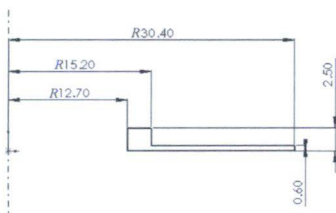
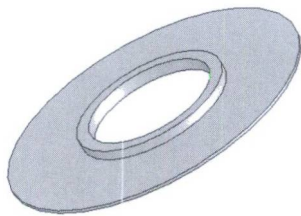

图 9-108 旋转轮廓
图 9-109 冷却栅管模型
- ① 在 FeatureManager 设计树中选择“前视基准面”，单击“草图绘制”按钮，将其作为草绘平面。
- ② 单击“中心线”按钮，绘制通过原点的竖直直线作为旋转特征的中心线。
- ③ 单击“直线”按钮，绘制冷却栅的旋转图形，如图 9-108 所示。
- ④ 单击“旋转凸台 / 基体”按钮，弹出“旋转”属性管理器，选择中心线作为旋转轴；设置旋转角度为 360 度。
- ⑤ 单击“确定”按钮，创建模型，如图 9-109 所示。
- ⑥ 单击“保存”按钮，将模型保存为“冷却栅管.sldprt”。